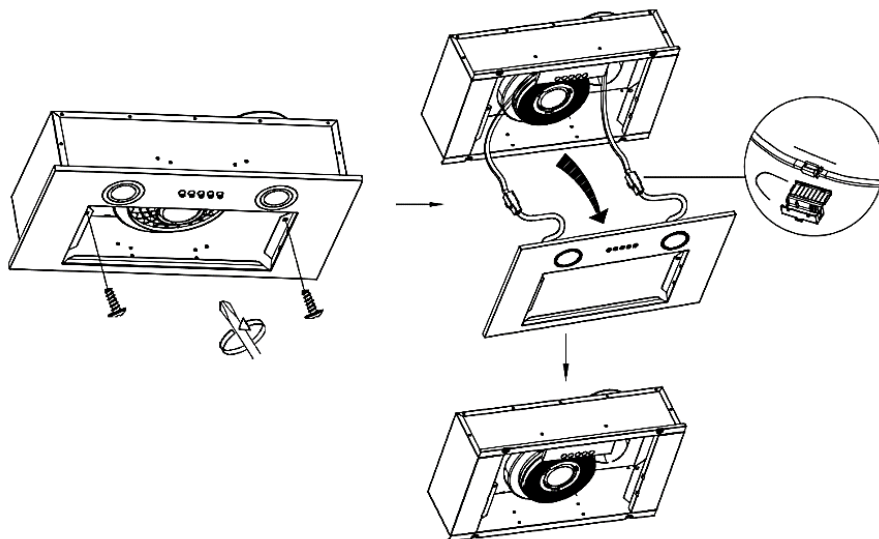

Рисунок 5
4. Снимите два винта на передней панели, потяните ее вниз и достаньте проводку лампочки. Откройте защитный короб и отсоедините провода – передняя панель может быть снята (см. рисунок 5,6)